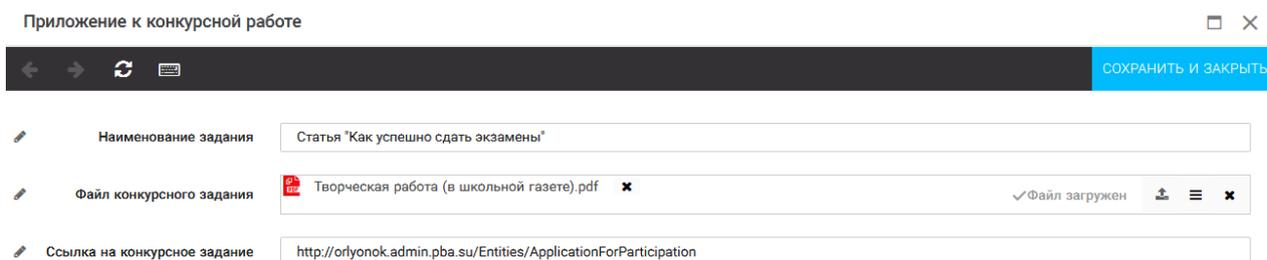

Рисунок 13 – Загрузка конкурсного задания
4. В открывшемся окне «Новое конкурсное задание» необходимо заполнить «Наименование задания» (например, название статьи, песни, сочинения и т.д.), загрузить файл конкурсного задания или указать ссылку на Интернет-источник, где находится конкурсное задание (Рисунок 13). После заполнения полей необходимо нажать на кнопку «Сохранить и закрыть».